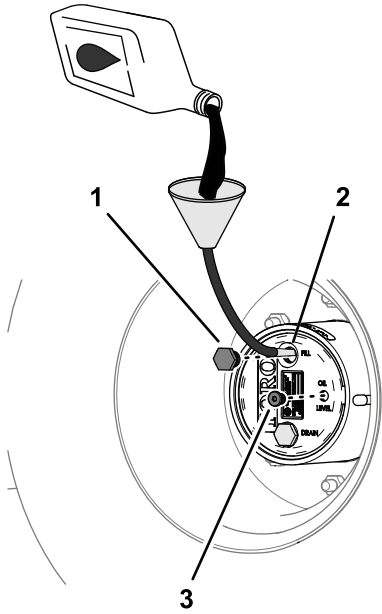

图 85
4. 如果润滑油油位较低应取出加油塞添加指定润滑油直至油开始从检查塞孔中流出图 85请参阅 行星齿轮传动润滑油规格 (页码 52)。
6. 安装加油塞和检查塞图 85。
1. 通过加油塞孔缓慢添加指定齿轮润滑油请参阅 检查行星齿轮传动润滑油 \(页码 52\)中的图 85。
3. 安装加油塞和检查塞请参阅 检查行星齿轮传动润滑油 \(页码 52\)中的图 85。